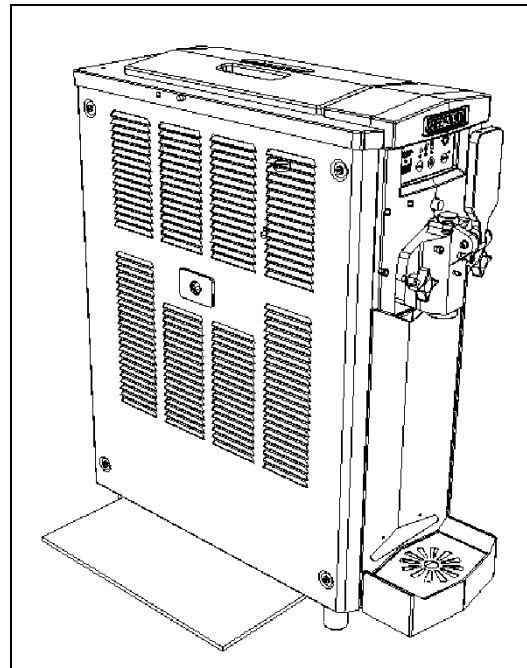

Abb. 35
- Den Filter entfernen, indem er wie in Abbildung 35 gezeigt unter der Maschine herausgezogen wird